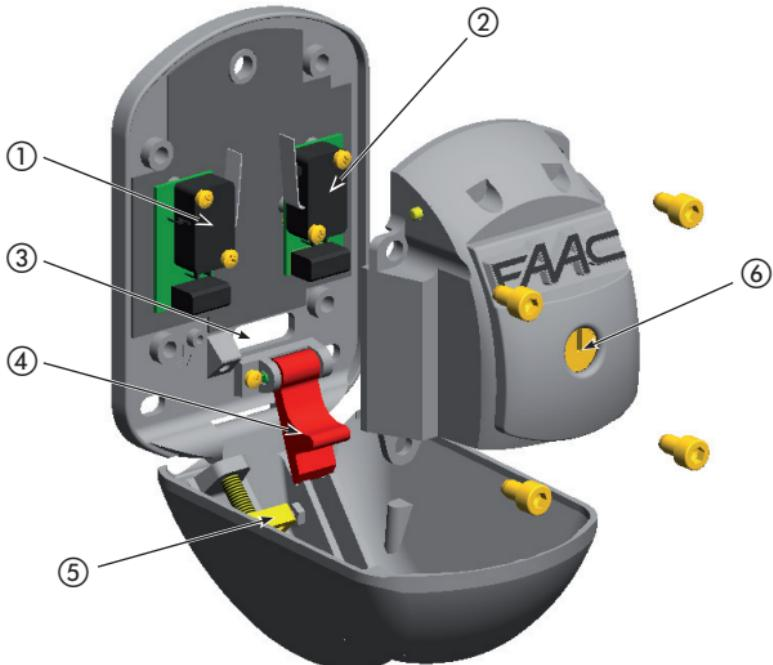

Fig. 2
**Accertarsi che lo sportello del dispositivo XK 21 sia mantenuto aperto dalla Leva di Blocco rossa rif. ④ di Fig.2 prima di procedere al serraggio del cavo sul tensionatore.**
| A | = azionamento micro rif. ① in Fig.2 |
| B | = azionamento micro rif. ② in Fig.2 |
**⚠️ Make sure that the door of the XK 21 device is kept open by the red Locking Lever ref. (4) in Fig.2, before tightening the cable on the tensioning device.**